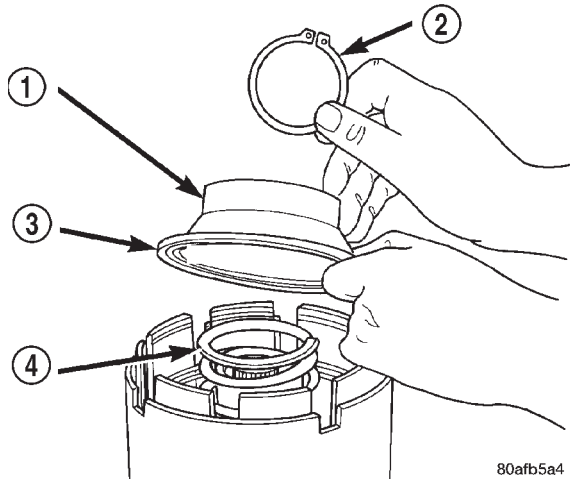
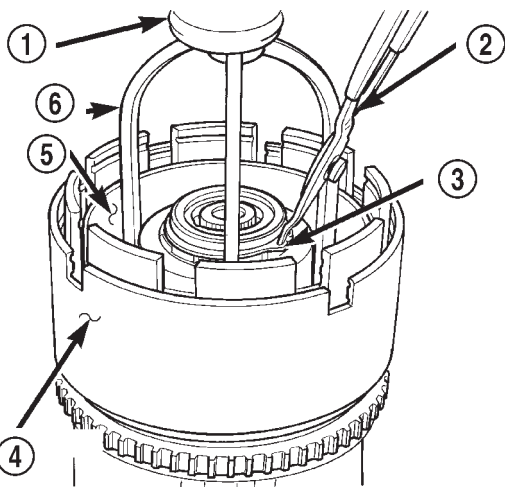

Fig. 231 Muelle de retroceso y retén de submultiplicación
Fig. 232 Instalación del retén de muelle y el anillo de muelle de submultiplicación
(9) Con la herramienta 5059A y una prensa para ejes, instale el retén de muelle y el anillo de muelle de submultiplicación (Fig. 231) y (Fig. 232). Comprima lo suficiente como para instalar el anillo de muelle.